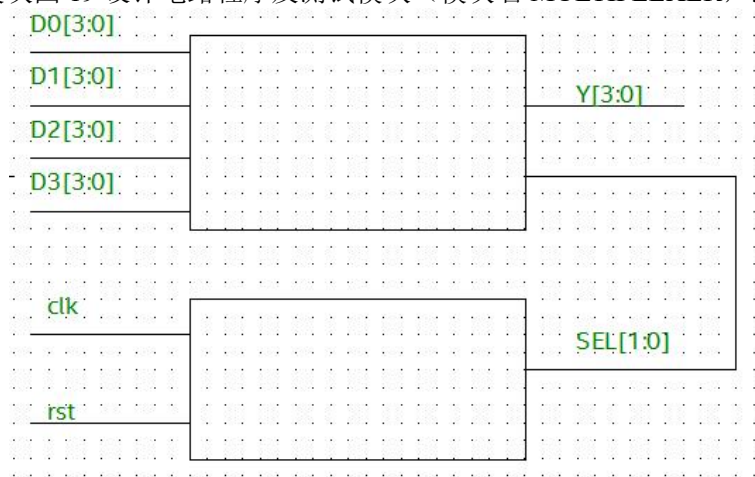

图 19 层次化设计模块图
18.根据层次化模块图 19 设计电路程序及测试模块（模块名 MULTIPLEXER，测试模块 mux\_tb）。